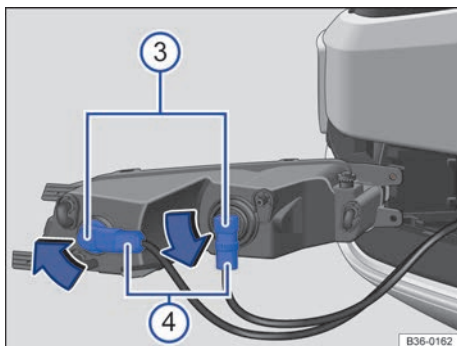

Fig. 277 Cambiar la lámpara del faro. ▶
5. Tire del faro hacia delante y extráigalo del paragolpes → fig. 277.
6. Desbloquee el conector → fig. 277 ④ de la lámpara averiada y desacóplelo.
7. Para desbloquear la lámpara → fig. 277 ③, gírela en el sentido de la flecha y extráigala del faro.
9. Coloque la lámpara → fig. 277 ③ en el faro y gírela en el sentido contrario al de la flecha → fig. 277, hasta el tope, hasta situarla en su posición original.
11. Encaje el conector → fig. 277 ④ en la lámpara hasta que oiga que ha encastrado.